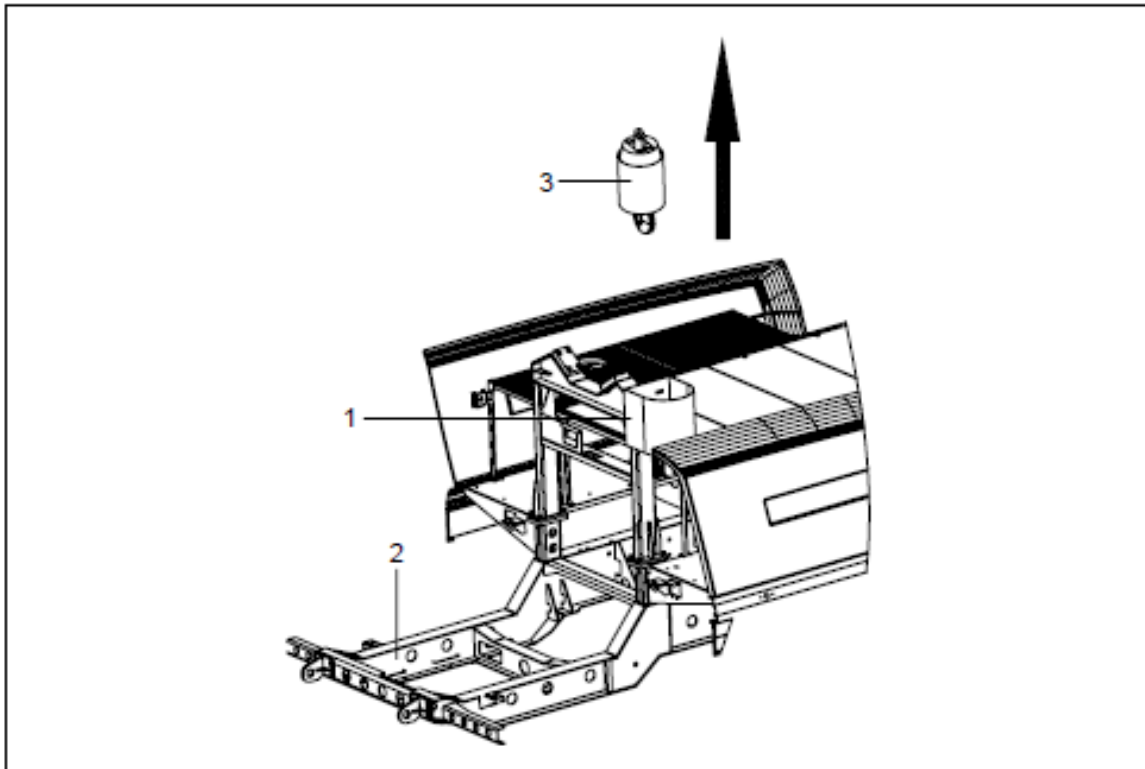

Fig.4-3.55
- 1) Retire o bloco do gancho auxiliar de seu tambor na direção mostrada na Fig.4-3.55;